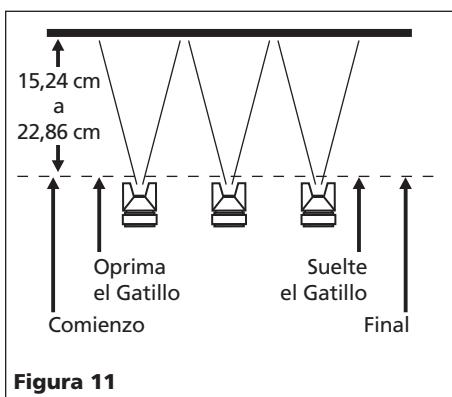

Figura 11
2. "Oprima el gatillo" adecuadamente. Comience a mover la pistola ANTES DE OPRIMIR EL GATILLO y deje de oprimirlo ANTES DE PARAR DE MOVERLA. Este procedimiento le permitirá que el acabado sea parejo sin dejar rastros de donde se unen las diferentes manos de pintura (Vea la Figura 11).